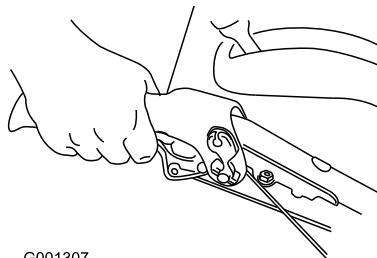

Figura 8
- Para desplazarse hacia adelante, engrane la tracción y apriete lentamente la palanca izquierda (tracción) contra la empuñadura (Figura 8). También pueden utilizarse los embragues de las ruedas, apretando y soltando momentáneamente una u otra palanca, para ajustar la dirección y mantener la máquina en línea recta, sobre todo en nieve profunda.